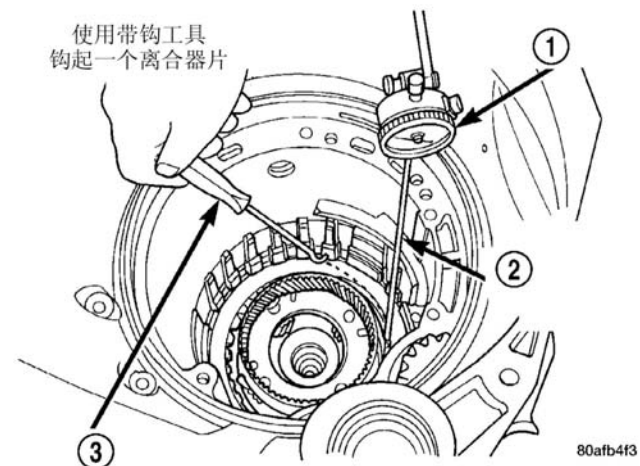

图 131 检查低/倒档离合器间隙
(43) 设置千分表，如（图 131）所示，测量低/倒档离合器间隙。用手指压下离合器组件并使千分表归零。低 / 倒 档 离 合 器 组 件 间 隙 为 **0.89-1.47mm(0.035-0.058in.)**。安置千分表并在 4 处读取测量值，取读数的平均值并选择适当的低/倒档反作用盘以达到规范。